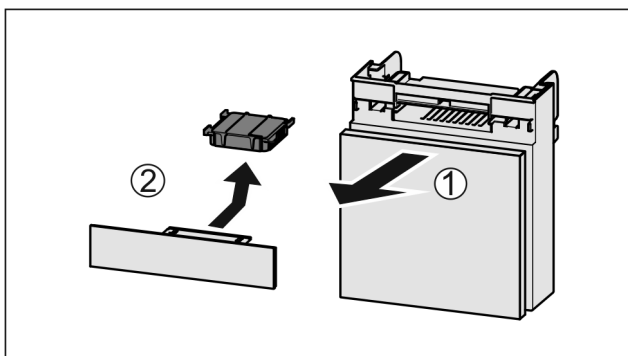

Fig. 132
- Zásuvku vytáhněte dopředu Fig. 132 (1).
- Filtr s aktivním uhlím vyjmete Fig. 132 (2).